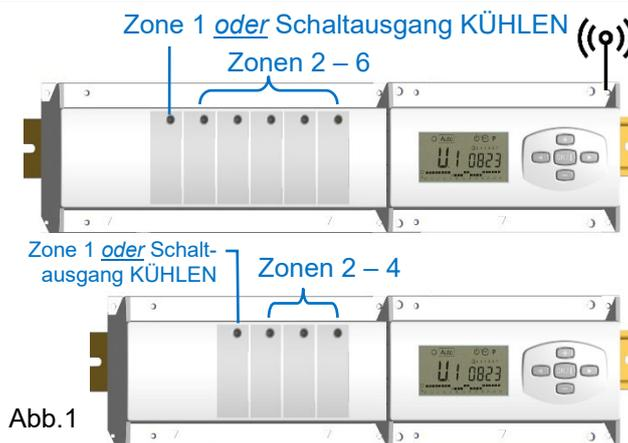

Abb.1
4. Drücken Sie die Taste [OK]. Das Display zeigt » 01 Init « (Abb.6). Die LED der Zone 1 blinkt grün (Abb.1).